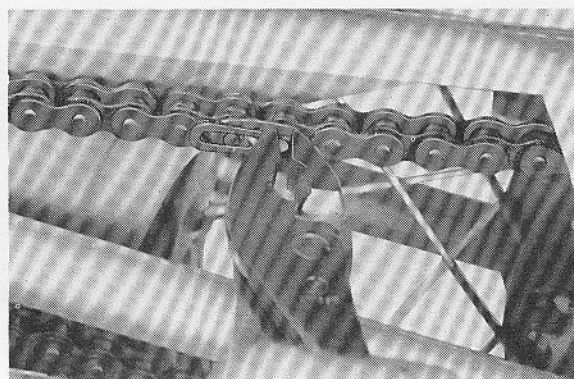

Fig. 3-1-20
2. Remove master link and chain. (Fig. 3-1-20)
2. Démontez le maillon maître et la chaîne. (Fig. 3-1-20)